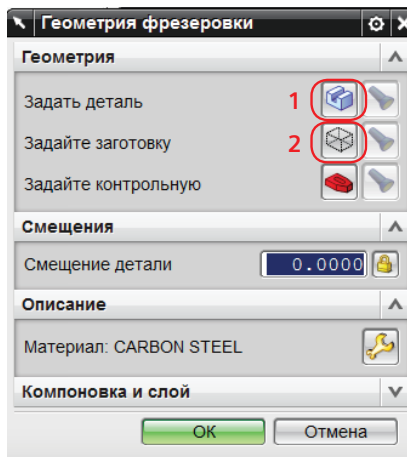

Рисунок 1.22
Дважды щелкните по геометрической группе **WORKPIECE** в навигаторе операций. Появится диалоговое окно (рис. 1.22). Выполните команду задания детали (1).
Выполните команду задания заготовки (обозначена цифрой 2 на рис. 1.22).